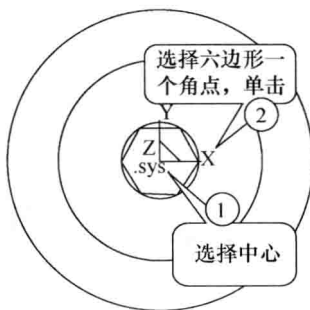

图 1-12 绘制内接六边形
② 单击“正多边形”按钮，在立即菜单中选择“中心”方式、“边数”为“6”以及“内接”，按回车键，在弹出的对话框中输入坐标（15，0，0）绘制圆内接正六边形，绘制结果如图 1-12 所示。